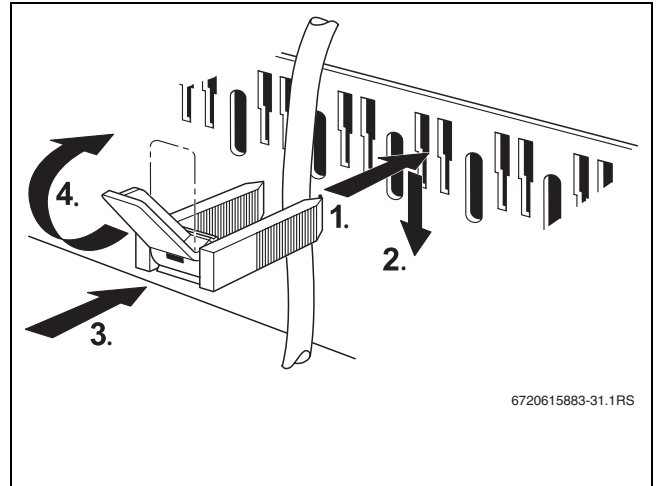

Рис. 19 Крепление провода хомутом
1. Вставьте хомут со вложенным в него проводом так, как показано на рис. 19, сверху в вырезы рамки.